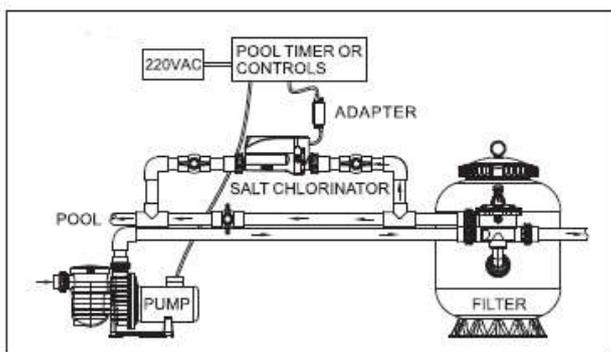

Figura 1
- (1) Antes de usar, certifique-se de que o tubo usado para instalação seja do mesmo tamanho do clorador de sal. O diâmetro nominal do tubo de conexão do clorador é 1 1/2" (métrico: Ø50mm, polegadas: 1 1/2"/ Ø48mm)
- (2) Antes de usar, certifique-se de que a válvula do tubo que conecta ao clorador de sal esteja desligada.
- (3) Antes da instalação, limpe qualquer sujeira ou óleo dos tubos e da junta de conexão.
- (4) O clorador salino deverá ser instalado no desvio da tubulação de retorno à piscina de tratamento de água. A válvula reguladora precisa ser instalada no tubo principal. (Figura 1 ou 2)
- (5) Antes de instalar o clorador de sal, certifique-se de que a direção do fluxo de água seja consistente com a direção marcada no clorador.
- (6) Ao conectar tubos do clorador de sal, use cola especial de PVC.
- (7) A entrada de energia do clorador de sal precisa ser instalada em uma fonte de alimentação com proteção contra vazamento (AC110-220V/50-60Hz), que é a mesma fonte de alimentação da bomba de água.
- (8) O clorador deve ser instalado em uma área bem ventilada, para ajudar no resfriamento do clorador. Não instale em locais onde seja fácil acumular água, para evitar que os componentes eletrônicos sejam danificados pela umidade ou chuva.
- (9) O clorador deve evitar a luz solar direta durante o uso, para não acelerar o envelhecimento do invólucro do clorador de sal.